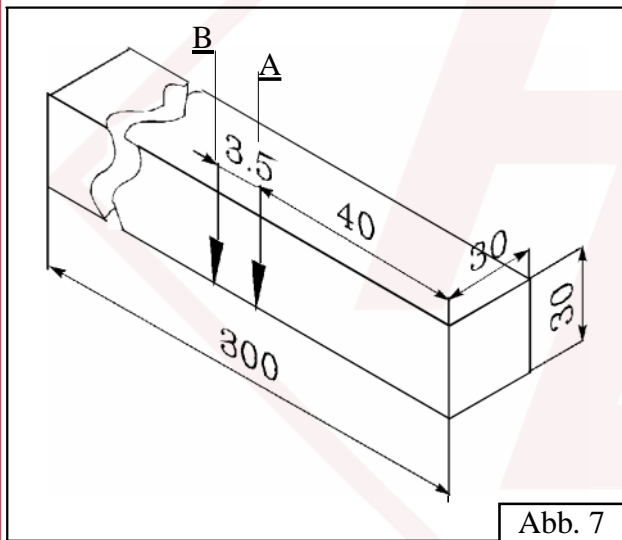

Abb. 7
Diese Einstellung können Sie durch eigenhergestelltes Kaliber durchführen /Abb. 7/.
- Das Einstellungskaliber /Abb. 7/, aus hartem Holz hergestellt, wird auf dem Ausgangs (abnehmenden)Tisch gegen der andrückenden Schraube gestellt.